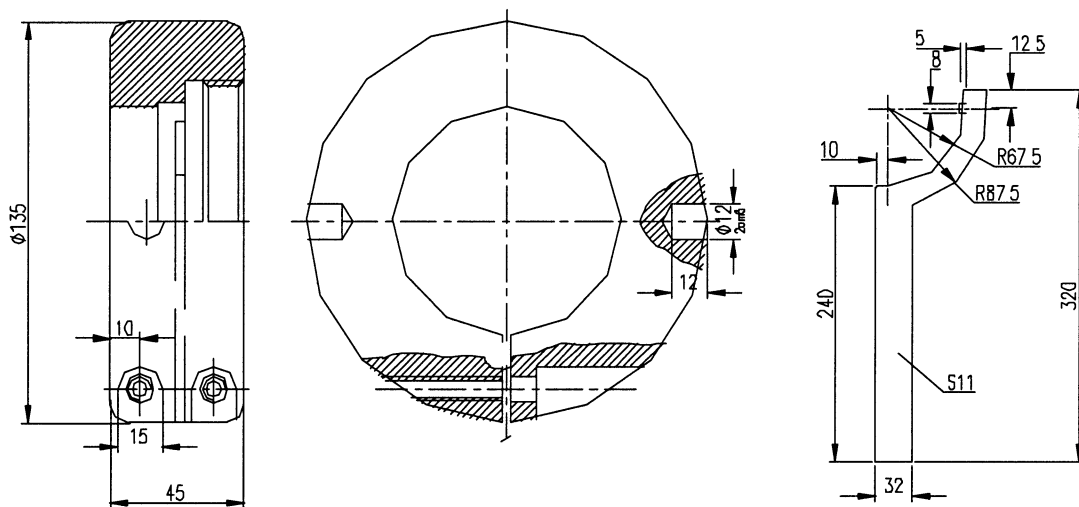

Рис. 7 Внешняя гайка и спецключ
Конструкция этих гаек требует использования специальных ключей, как это видно из рис. 7 и 8, на которых изображены чертежи внутренней и внешней гаек.
Винты (поз.7, рис. 7) имеют цилиндрическую головку с шестигранным углублением под ключ 6.
7.4.6. На шпильке размещается резиновое уплотнительное кольцо (поз.5) рис.7, после чего на нее (шпильку) надевается опорное кольцо (поз.4), в пазы которого предварительно должны быть вставлены два уплотнительных резиновых кольца (поз.6). Резьбу на внутренней контактной шпильке, а также уплотнительные резиновые кольца следует слегка смазать техническим вазелином перед началом сборки.
7.4.9. Вслед за этим на трубу ввода наворачивается внешняя гайка (поз.2). Для надежной герметизации ввода внешняя и внутренняя гайки (поз.2 и 3) должны быть завернуты до упора, как это показано на рис. 7, и внешняя гайка (поз. 2) законтрена двумя винтами (поз. 7).